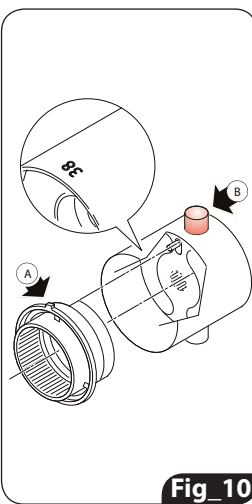

Fig 10
17. Überprüfen Sie die korrekte Montage des Temperatureinstellgriffs (17): Er kann im Uhrzeigersinn gedreht werden, gegen den Uhrzeigersinn muss jedoch der rote Knopf (B) gedrückt werden, damit das Wasser mit mehr als 38° herausfließt.
18. Sitzgerecht einführen, mit dem Stift (18) befestigen und den Hebel festschrauben (19).
19. Mit einem Tuch sorgfältig reinigen (Abb. 10)